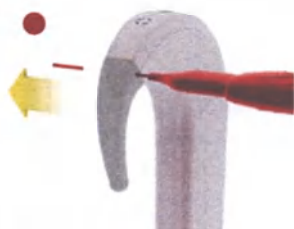

Рис.30 Как удалить штырь для фиксации заушины
1. Чтобы заменить SONNET заушину, выполните следующие действия: Для извлечения штыря, фиксирующего SONNET заушину, вытолкните его через отверстия (см. рис. 30) с помощью инструмента универсального, поставляемого MED-EL, затем захватите и полностью извлеките MED-EL, затем захватите и полностью извлеките.